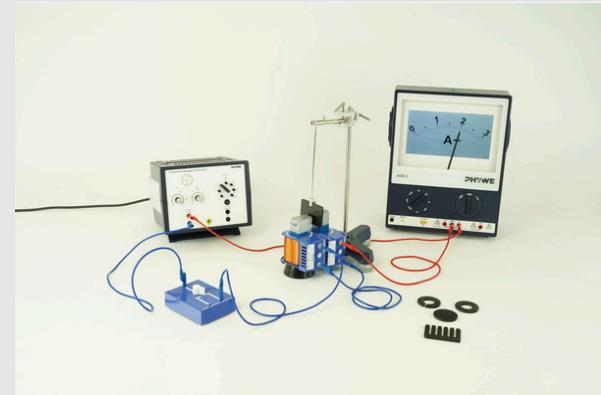

Abb. 1
- Baue den Versuch nach Abb. 1 auf.